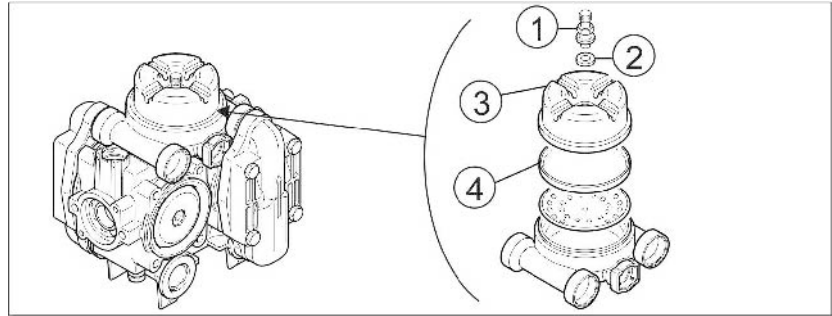

图 202
1. 拆卸阀门（图 202/1）和垫片（图 202/2）。
2. 将辅助工具放入盖板凹槽中并且将盖板（图 202/3）旋下。
3. 检查隔膜（图 202/4）并更换损坏的隔膜。